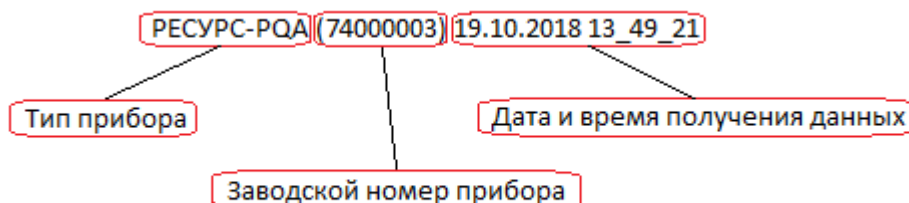

Рисунок 9.1.3 Сформированное имя папки данных
9.1.3 При выбранном режиме работы программы «Работа с файлами», после успешного выполнения чтения системных данных, в каталоге (определенном в разделе 6) сформируется папка со считанными данными с (Рисунок 9.1.3).